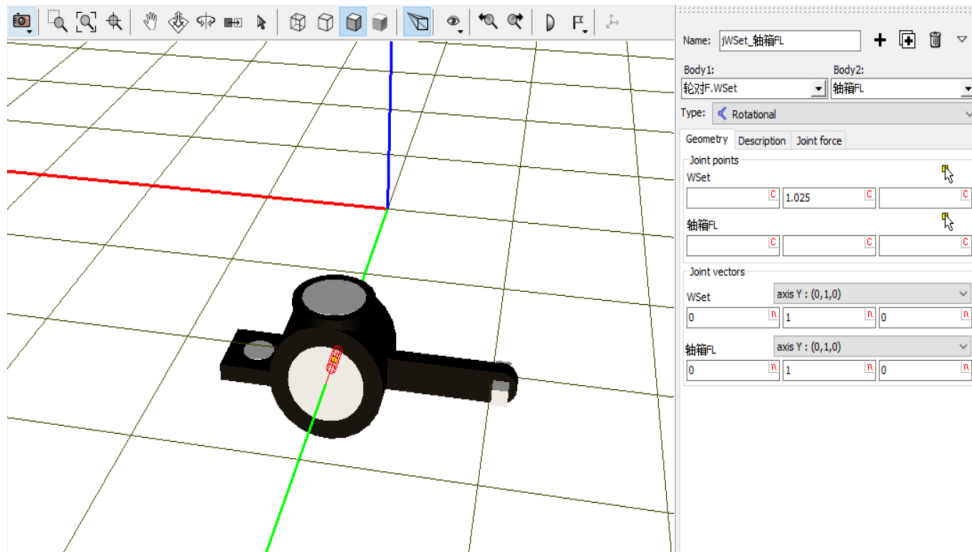

图 3-9
- 13) 创建第一个铰，**Body1** 选择轮对 **F.Wset**，**Body2** 选择轴箱 **FL**，类型为 **Rotational**，铰点坐标分别为 $(0, 1.025, 0)$ 和 $(0, 0, 0)$ ，转动轴都选择 **Y** 轴，如图 3-9。